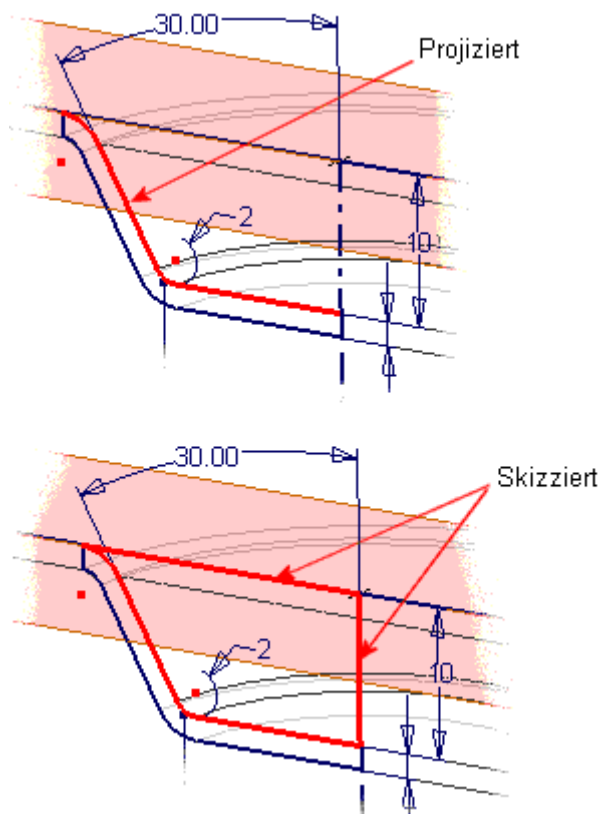

Bild 18: Projizierte und skizzierte Geometrie
3. Starten Sie aus der Befehlsleiste Skizze den Befehl *Geometrie projizieren*. Projizieren Sie die Geometrie der *Skizze3* wie in der oberen Darstellung in Bild 18 gezeigt. Zeichnen Sie jetzt die zwei Linien wie in der unteren Darstellung in Bild 18 dargestellt. Die beiden Linien sind koinzident zu den Endpunkten der projizierten Geometrie.